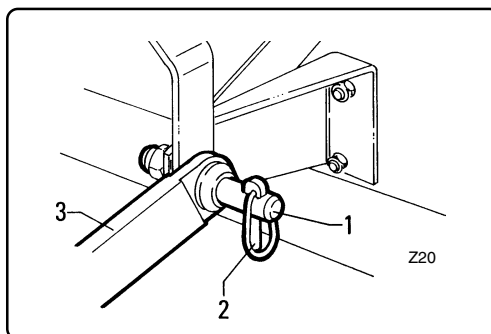

fig. 4.2.1
- Reverse the tractor towards the machine, aligning the tractor lift links with the two side coupling pins "1" fig. 4.2.1.
- Fix them in place by means of the relative safety pins "2" fig. 4.2.1.
- Avvicinare in retromarcia il trattore alla macchina, allineando i bracci del sollevatore del trattore ai due perni laterali di attacco "1" fig. 4.2.1.
- Fissarli inserendo le relative copiglie di sicurezza "2" fig. 4.2.1.